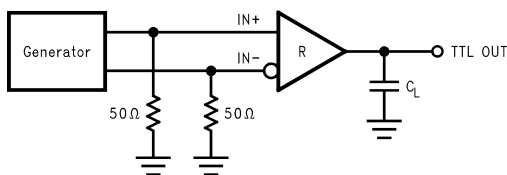
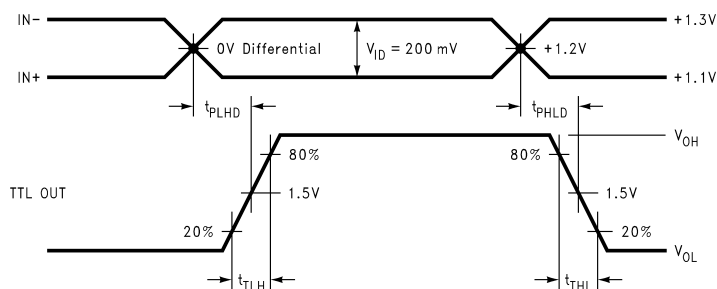

图 5-1. 接收器传播延迟和转换时间测试电路
图 5-2. 接收器传播延迟和转换时间波形
| $t_{SKD1}$ | 差分脉冲延迟 $ t_{PHLD} - t_{PLHD} $ (3) | ( 图 5-1 和图 5-2 )        | 0   | 100 | 400 | ps  |